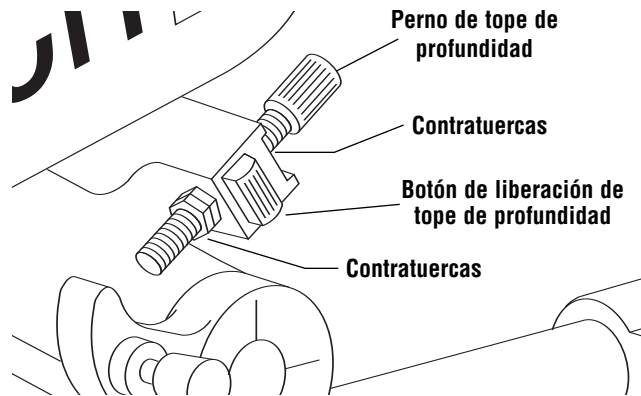

Figura 1. Corte de ranuras
1. Para los ajustes principales, oprima el botón de liberación de tope de profundidad, y deslice el perno de tope de profundidad hasta llegar a la posición deseada (Figura 1).